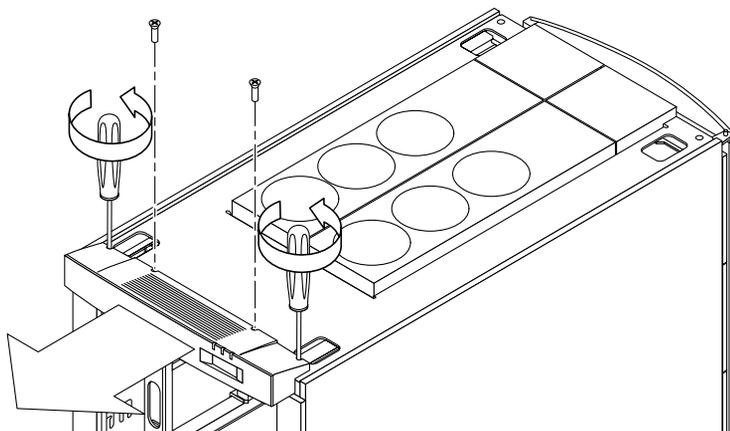

図 3-2 FrameManager の取り外し — 手順 1
1. FrameManager あせんぶりの背面のねじを外します (図 3-2)。